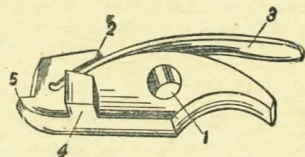

Рис. 64. Шептало:
**Шептало** (рис. 64) служит для удержания